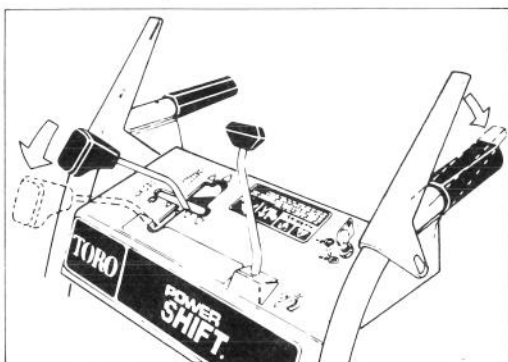

Figure 12
2. Pour orienter les roues vers l'avant ou vers l'arrière, tirez la commande de conversion sans la relâcher jusqu'au bout vers l'avant en position Power Shift (fig. 12).
3. Engagez entièrement le levier d'entraînement de traction pour régler les roues en position Power Shift (figs. 12 & 13).